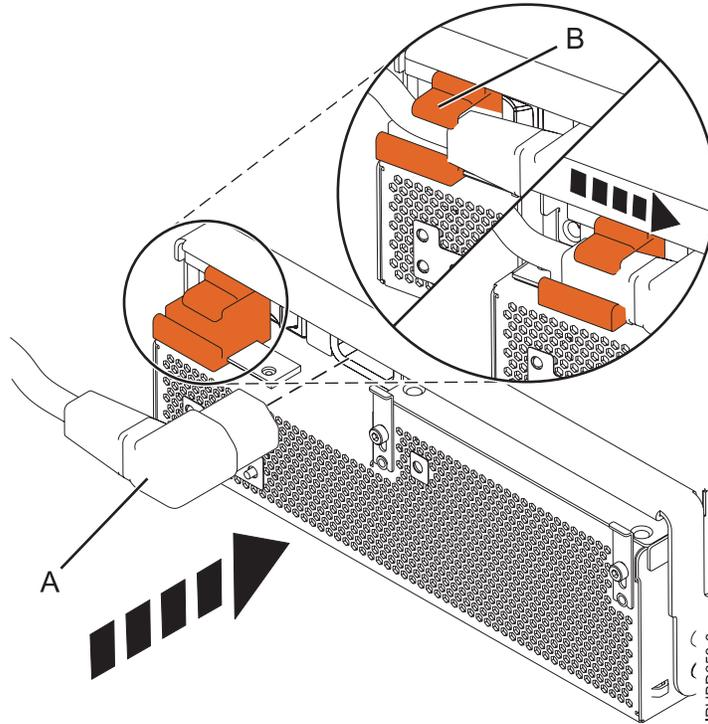

Figure 64. Raccordement du câble d'alimentation à l'avant de l'unité d'extension
7. Fermez la poignée de verrouillage (A) jusqu'à ce que l'alimentation électrique s'enclenche dans son logement.
8. Rebranchez le câble d'alimentation (A) à l'avant de l'alimentation électrique puis faites glisser le support de câble (B) en position fermée pour fixer le câble, comme indiqué à la figure 64, à la page 81. En plaçant le support en position fermée, vous mettez le système sous tension.